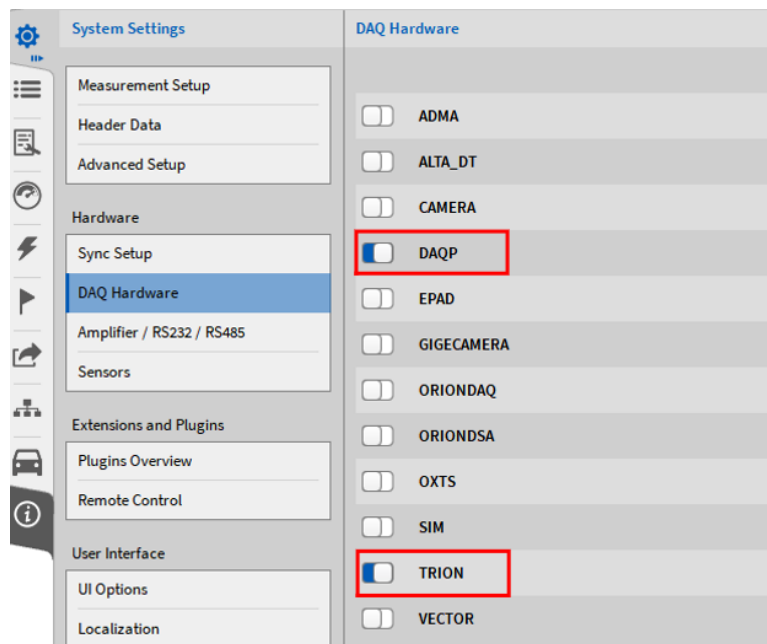

Abb. 4.39: Aktivierung der DAQP und TRION Hardware in den DAQ Hardwareeinstellungen
- Gehen Sie zu den *DAQ Hardware* Einstellungen in den *Systemeinstellungen* und stellen Sie sicher, dass die *DAQP* Serie und die *TRIONTM* Serie aktiviert ist (siehe Abb. 4.39). Bei Änderungen muss die Software neu gestartet werden.